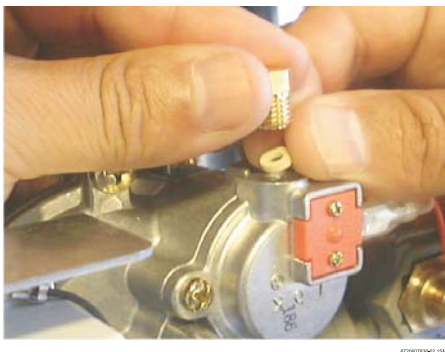

Bild 2
- Die Zünddüse und die Dichtscheibe ersetzen (Bild 2).